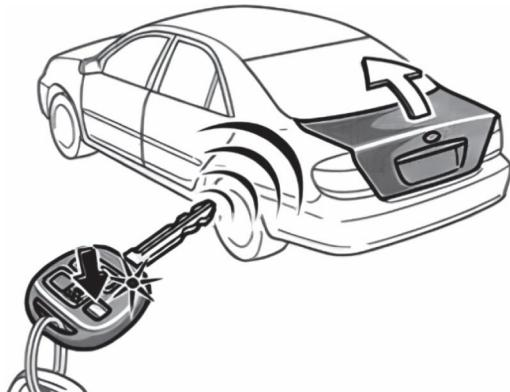

图 1-1-12 行李舱门打开功能
(2) 两步解锁功能。在车门解锁后，在 3 秒之内按 UNLOCK 开关两次，打开所有车门。
(3) 应答功能。当闭锁车门时，危险警告灯闪光一次，解锁时闪光两次，通知操作已经完成。
(4) 发射机操作校验功能。按发射机的车门闭锁 / 解锁或行李舱门打开器的开关时，操作指示灯点亮，通知系统正在发射此信号，如果电池用完，此灯不亮。
(5) 行李舱门打开功能。保持发射机的行李舱门打开开关按住超过大约 1 秒，打开行李舱门，如图 1-1-12 所示。